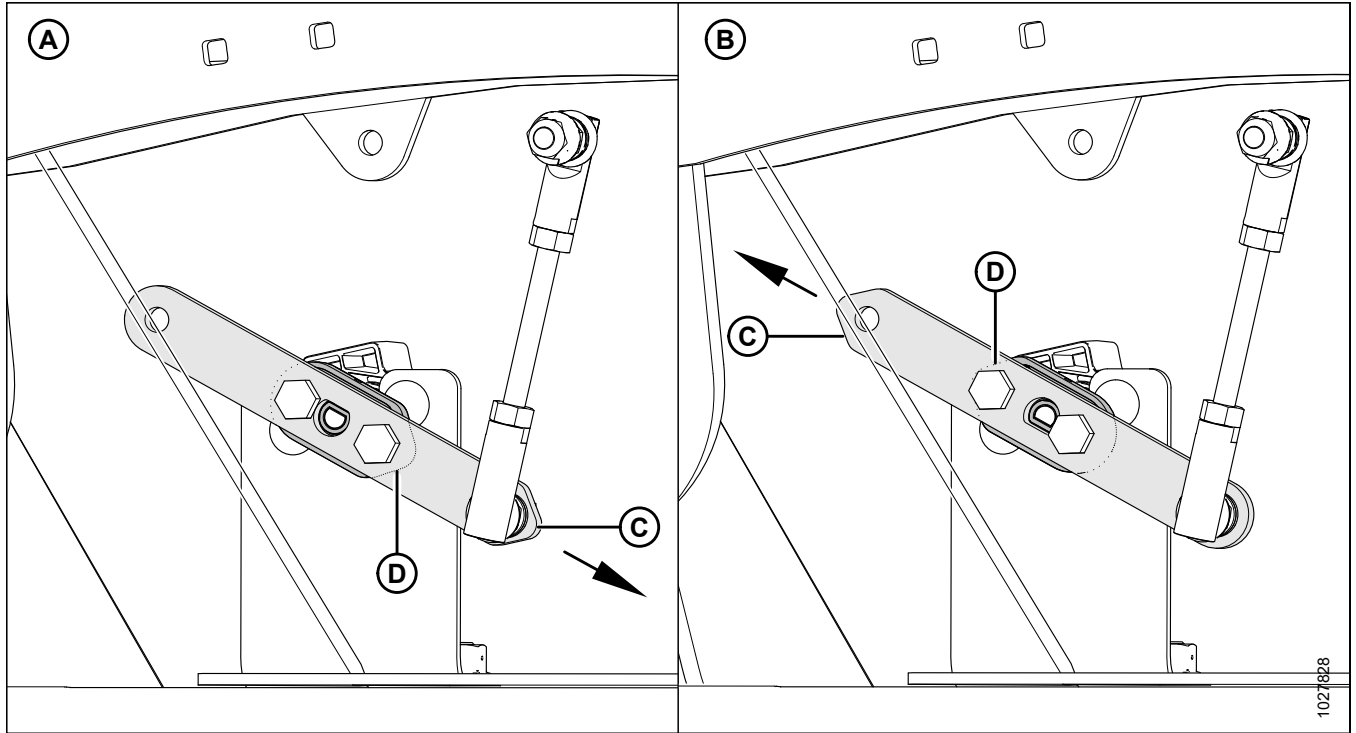

Abbildung 3.103: Konfigurationen Sensorbügel/Sensorzeiger
2. Prüfen, dass Sensorbügel (C) und Sensorzeiger (D) passend zur Maschine konfiguriert sind. Siehe Abbildung 3.103, Seite 105.